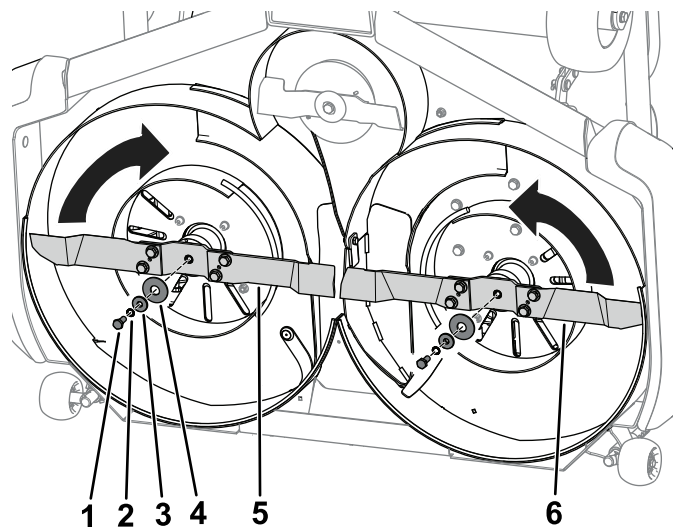

Figura 2
2. Utilice las piezas que retiró anteriormente del procedimiento de retirada de las cuchillas de aletas (pernos, arandelas elásticas y arandelas curvas) y espaciadores para instalar los conjuntos de cuchillas en sus lados respectivos (Figura 2).